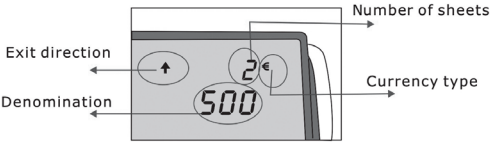

Fig.3
- 1. Pour visualiser le rapport des détections effectuées, appuyez sur la touche directionnelle et de rapport de détection. Appuyez sur la même touche afin de visualiser chaque détection réalisée (fig. 3).